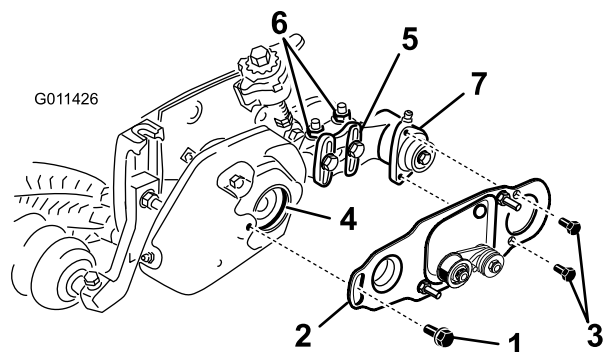

Figura 30
37. Allentate i bulloni che fissano la sede del cuscinetto della spazzola rotante alla staffa di montaggio della spazzola rotante (Figura 30).
38. Montate la piastra orientabile della spazzola rotante (Figura 30). Quando la sporgenza sulla piastra orientabile viene inserita nel gommino presente sul carter dell'elemento grooming, verificate che il gommino rimanga correttamente inserito nel carter.
39. Spalmante del Loctite 242 (blu) sulle due viti a testa cilindrica da 5/16 x 5/8 poll. ed utilizzatele per montare la piastra della spazzola sulla sede del cuscinetto della spazzola rotante (Figura 30). Serrate le viti a testa cilindrica ad una coppia compresa tra 20 e 26 Nm.
- Allentate i due dadi di bloccaggio flangiati che fissano la staffa di montaggio della spazzola per rullo alla piastra laterale dell'apparato di taglio (Figura 30).
- Girate l'alloggiamento del cuscinetto della spazzola per rullo fin quando la piastra della spazzola non risulta parallela alla piastra laterale dell'apparato di taglio (Figura 30).
- Serrate i due dadi di bloccaggio flangiati che fissano la staffa di montaggio della spazzola rotante alla piastra laterale dell'apparato di taglio (Figura 30).
41. Spalmate del Loctite 242 (blu) sul bullone di spallamento (Figura 30). Con il bullone di spallamento, montate la piastra della spazzola sul carter dell'elemento grooming. (Fig. 29). Serrate il bullone ad una coppia compresa tra 20 e 26 Nm.